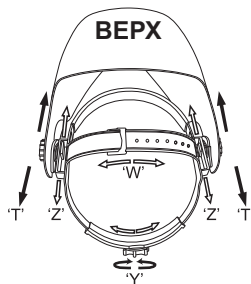

Рис.1
- Ослабьте зажимы по обе стороны от шлема и передвиньте его ближе или далее от лица ("Z" на рис. 1). Важно, чтобы глаза были на одинаковом расстоянии от стекла, иначе затемнение может казаться разным. Закрепите зажимы после регулировки.
- Отрегулируйте наклон маски (рис. 1).
- Объем охвата головы можно регулировать с помощью регулятора на затылке ("Y" на рис. 1), Это позволяет закрепить маску на голове и предотвратить ее падение во время работы.
- Если оголовье сидит на голове слишком высоко или слишком низко, отрегулируйте ремень, который проходит через макушку. Для этого ослабьте конец ремня, выдавив стопорный штифт из отверстия в ремне. Переместите две части ремня на большую или меньшую ширину, в зависимости от того, что требуется, и вставьте стопорный штифт в ближайшее отверстие (см. «W» на рис. 1).